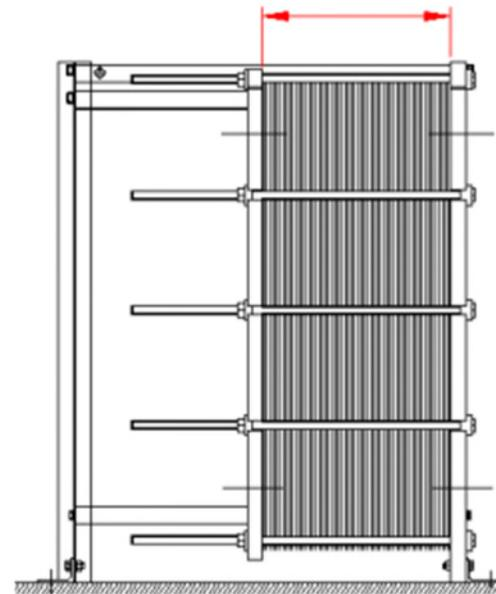

Abbildung 42: Schritt 6 - maximale Plattengröße
- 6) Ziehen Sie den Wärmetauscher bis zum maximalen Plattenmaß an, das im Diagramm der Plattenanordnung angegeben ist. Das Maß muss an allen Holmen gleich sein (**Abbildung 42**).
Stellen Sie vor der Inbetriebnahme sicher, dass das Gerät korrekt montiert und die Rohrleitungen ordnungsgemäß angeschlossen sind. Überprüfen Sie außerdem, ob die Platten auf das richtige Maß komprimiert wurden, das in der Kundenzeichnung angegeben ist (**Abbildung 42** und siehe Abschnitt 9.0).